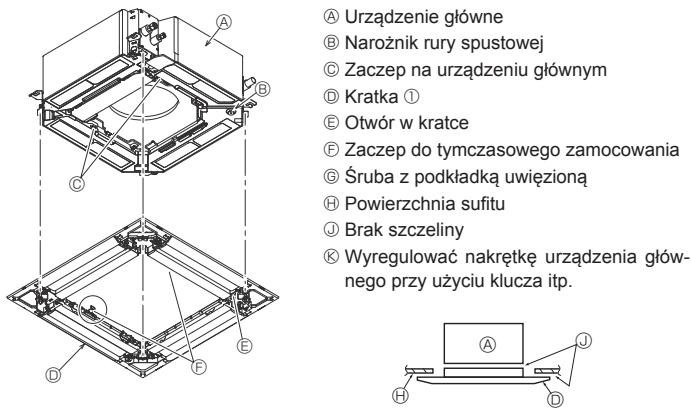

Fig. 9-6
9.4.2. Tymczasowe zamocowanie kratki (Fig. 9-6)
- Zamocować kratkę na urządzeniu głównym, dokręcając wstępnie wkręcane śruby. (Fig. 9-6).
Upewnić się, że nie ma szczeliny pomiędzy urządzeniem głównym i kratką oraz pomiędzy kratką i powierzchnią sufitu. (Fig. 9-6).
- Po dokręceniu wkrętu należy sprawdzić, czy dwa zaczepy kratki (Fig. 9-6) są zablokowane na zaczepach urządzenia głównego.